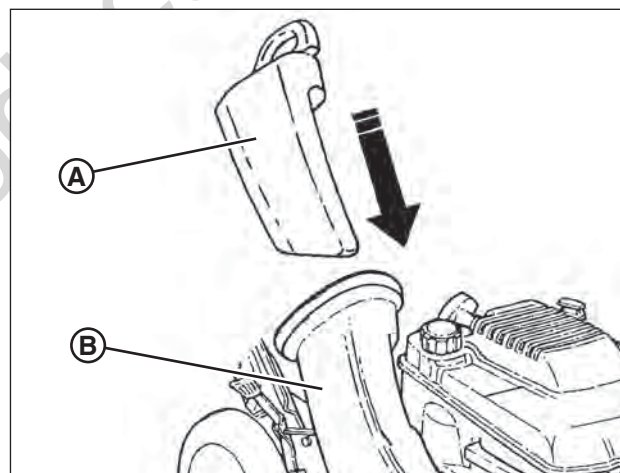

Figure 11 : Installation du bouchon de paillage
1. Installer le bouchon de paillage (A, Figure 11) si le paillage est désiré une fois l'adaptateur de sac installé. Installer le bouchon de paillage complètement et fermement dans l'adaptateur de sac (B).